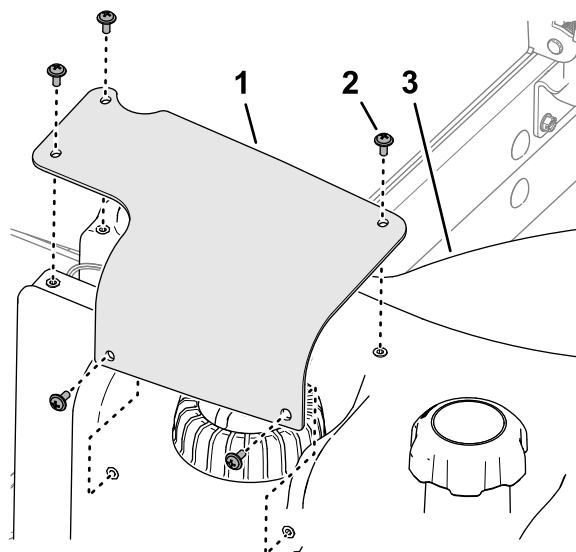

Figura 91
2. Retire los 5 tornillos Phillips que sujetan la tapa del sensor de combustible al depósito de combustible, y retire la tapa (Figura 91).